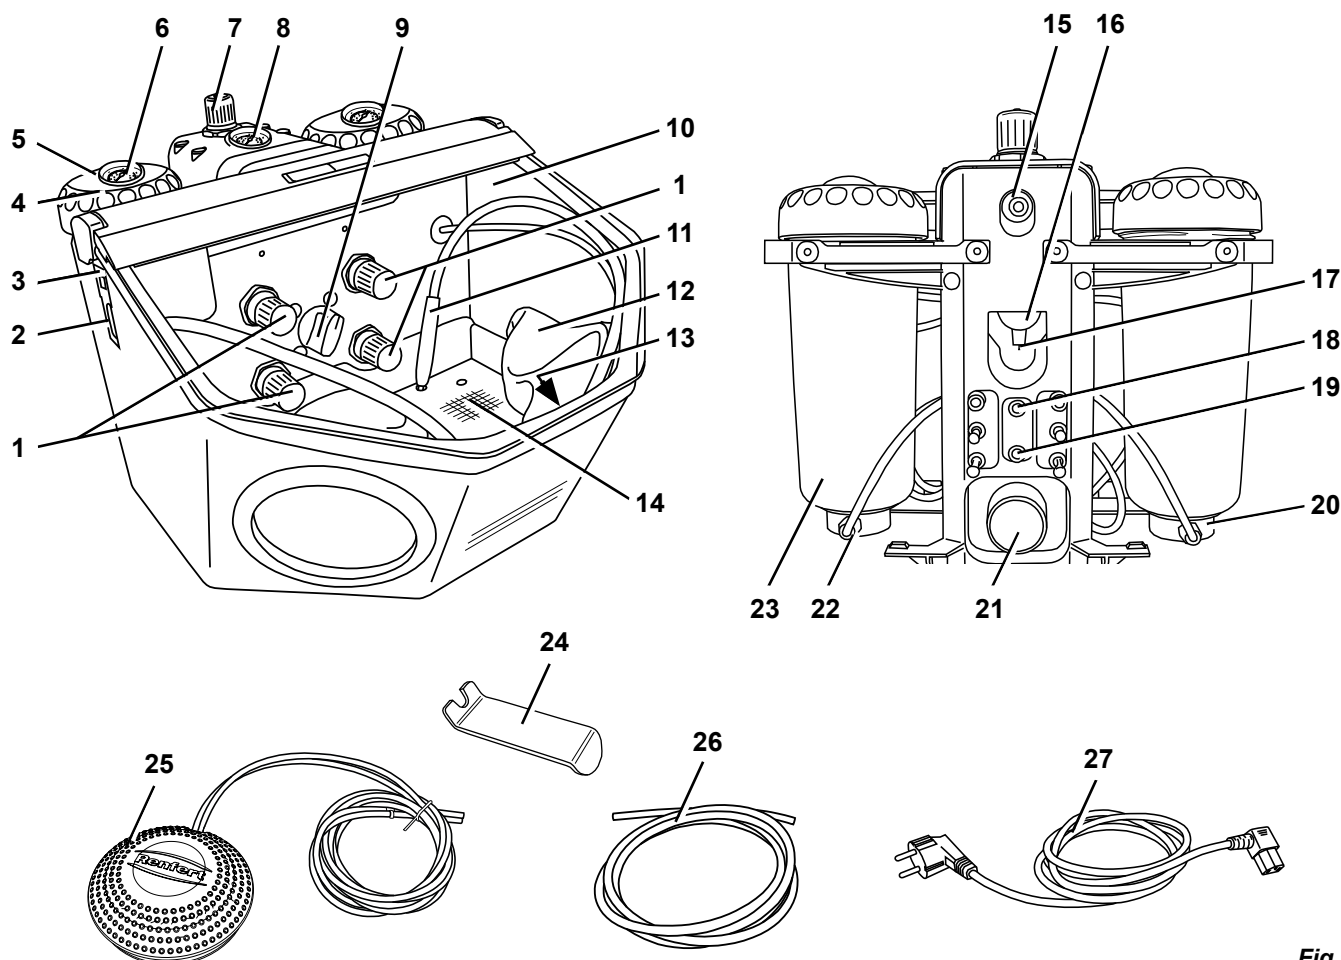

Fig. 1
- Introduire le tuyau d'alimentation en air comprimé (26) jusqu'en butée dans le raccord (15). Lors de cette opération, il faut pousser au-delà d'une légère résistance.
- S'assurer que la pression de raccordement se situe dans la plage nécessaire (voir les caractéristiques techniques). La pression est affichée sur le manomètre (8, Fig. 1).